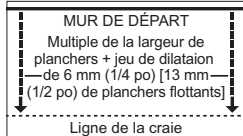

Figure 6
- Nettoyer les matériaux de revêtement selon les besoins (Figure 6) afin de créer une bonne surface adhérente. En cas de présence d'un produit d'entretien ou d'une cire sur le revêtement, l'éliminer à l'aide d'un tampon approprié et d'un décapant du commerce, puis rincer à fond. Bien laisser sécher. (REMARQUE : Ne pas poncer les produits de revêtement souples; ils peuvent contenir des fibres d'amiante qui peuvent être dangereuses.)
- À au moins deux endroits à 46 cm (18 po) du coin, mesurer une distance égale du mur de départ (Figure 6) et tracer une ligne droite à la craie. La mesure doit être un multiple de la largeur des planches, auquel on ajoute 9,5 mm (3/8 po) pour obtenir un jeu de dilatation de 6 mm (1/4 po) et la largeur de la languette. Prévoir un jeu de 13 mm (1/2 po) pour les planchers flottants. Passer à l'étape 3 : pose par agrafes, collage ou flottante.